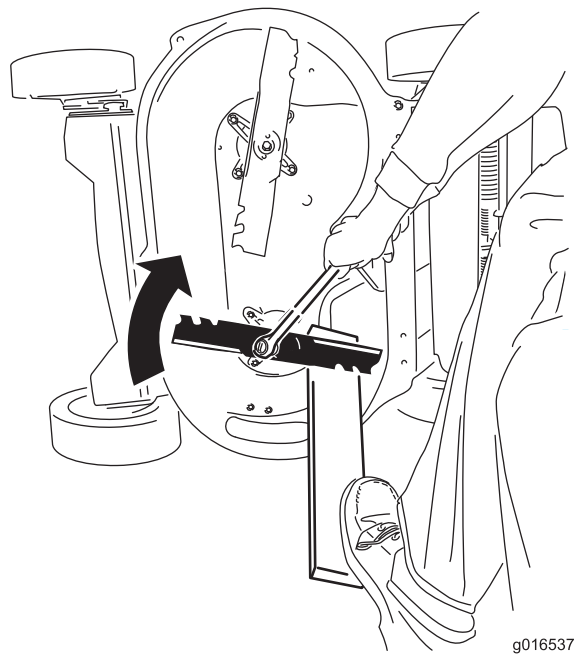

Bild 45
- Halten Sie jedes Messer mit einem Brett fest und drehen Sie die Messerschraube mit einem Drehmomentschlüssel nach rechts, wie in Bild 45 dargestellt. Ziehen Sie die Messerschraube mit 82 Nm an.